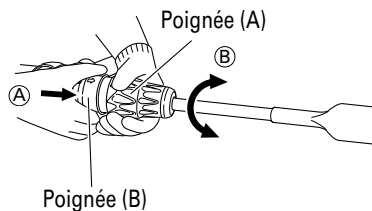

Fig. 4
- (1) Comme indiqué sur la Fig. 4, si l'on tourne la poignée (A) dans le sens (B) de telle sorte que la poignée (B) glisse dans le sens (A), il sera possible de modifier librement l'angle de la lame sur n'importe quelle position.